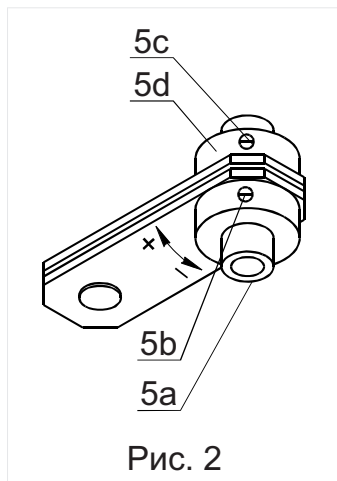

Рис. 2
4.4.2 Регулировка регулятора расхода (рис. 2):